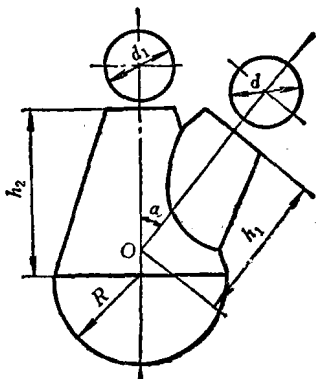

图 1
1. 主、支二管都是正圆锥的三通构件, 如图 1 所示。已知二形体中心线相交于 O 点, 且反映实长, 板厚处理后的尺寸为 $d_1 = 36\text{mm}$ 、 $d = 36\text{mm}$ 、 $R = 44\text{mm}$ 、 $h_1 = 78\text{mm}$ 、 $h_2 = 84\text{mm}$ 、 $\alpha = 40^\circ$ 。求作主、支二锥管展开图 (可不写文字说明)。